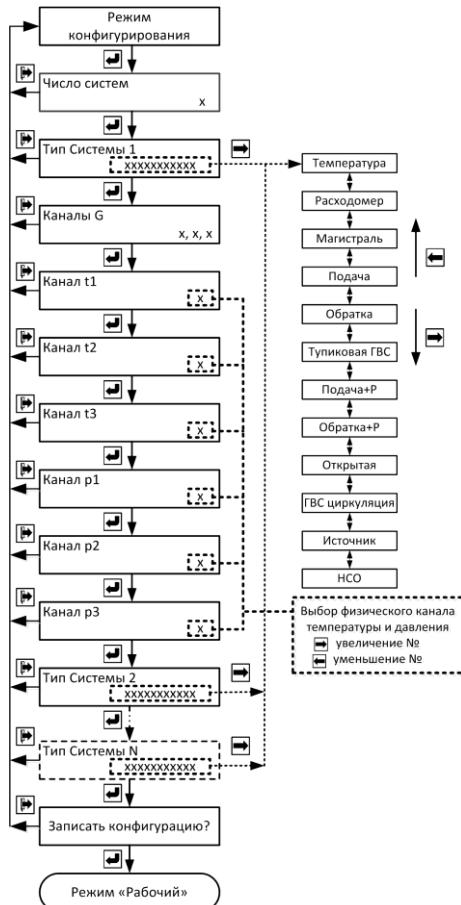

Рис. 7.2
7.2.2 Порядок перехода между окнами в «Режиме конфигурирования» изображен на рис. 7.2. Выбор количества систем и типа каждой системы осуществляется при помощи кнопок «вправо» или «влево», переход к следующей системе – кнопкой «вход». Выход из «Режима конфигурирования» без записи конфигурации – кнопкой «выход».
Рис. 7.2а
Рис. 7.2б